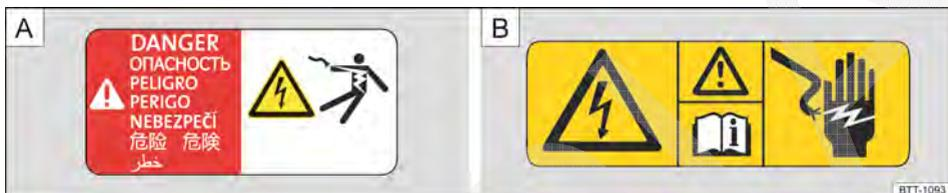

Fig. 268  Placa de advertência do componente de alta tensão.  Placa de advertência de alta tensão.
- Sobre coberturas e capas dos componentes de alta tensão, atrás das quais há componentes sob alta tensão → Fig. 268 A.
- No compartimento do motor sobre a travessa da fechadura → Fig. 268 B.